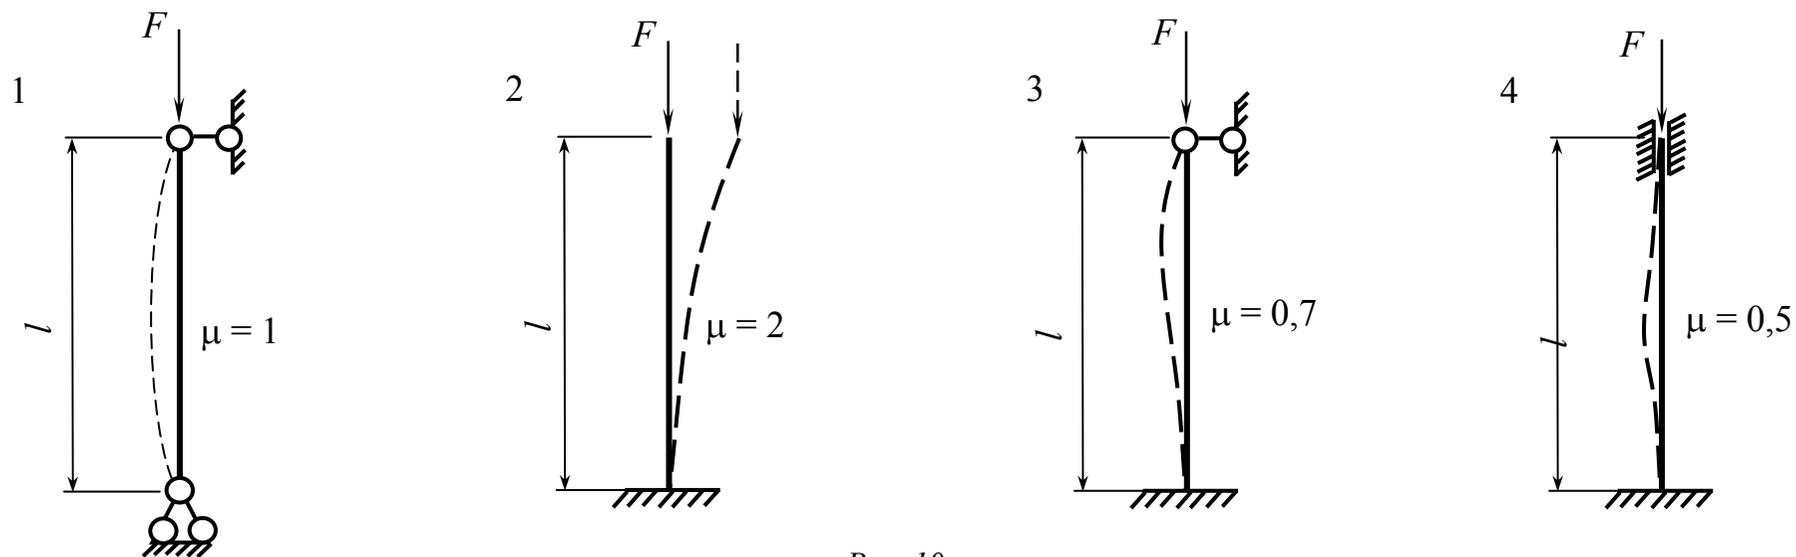

Рис. 10
Задача № 2. Для длинного, гибкого центрально-сжатого стержня, условия закрепления которого показаны на рис. 10, требуется найти значение критической сжимающей силы.
1. Вычертить схему стержня, соответствующую своему варианту (см. рис. 10) согласно коэффициенту приведения длины μ , взятому из табл. 9 по своему шифру.